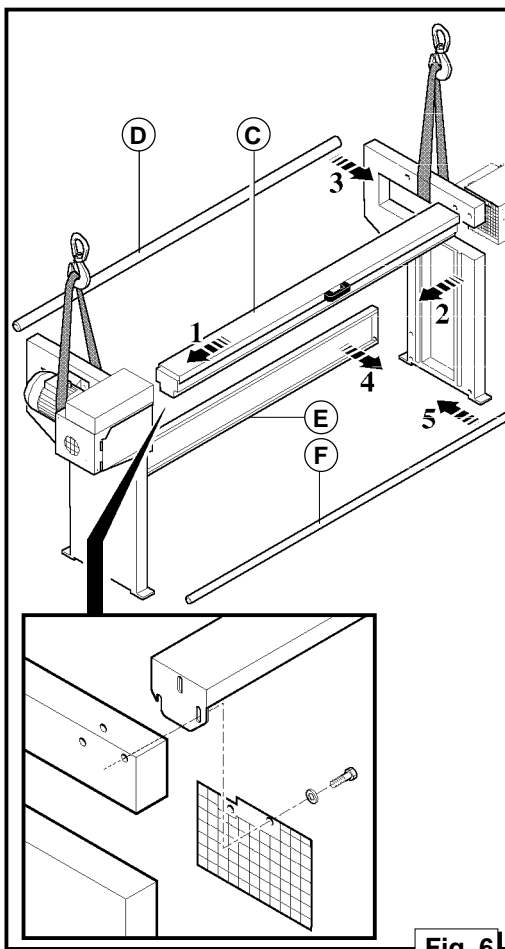

Fig. 6
- Collegare le fiancate con la barra cilindrica **D** (fig. 6) senza stringere le viti di fissaggio.
- Connect the side frames to the cylindrical bar **D** (fig. 6) without tightening the fastening screws.